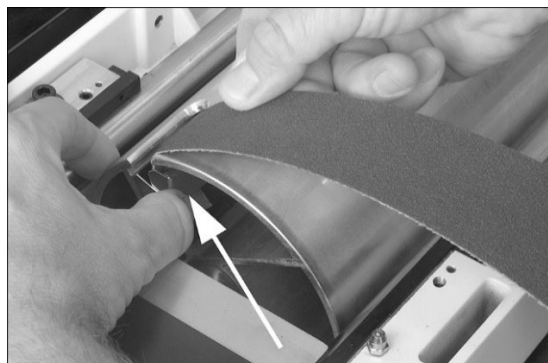

Abb. 6-7
1. Den Spannhebel (Abb. 6-7) am linken Ende der Trommel drücken und das abgeschrägte Ende des Schleifbands wie in der Abbildung gezeigt durch den Schlitz in die Spannvorrichtung einführen. Das abgeschrägte Ende des Schleifbands so ausrichten, dass es bündig mit der Trommel abschließt.